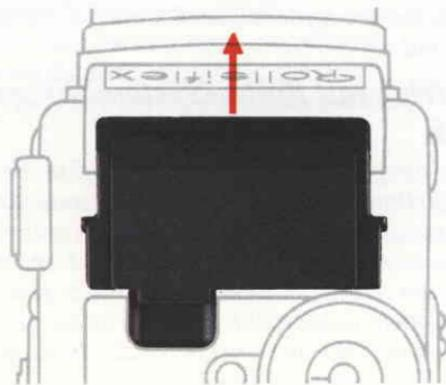

Abb. 37
- Faltlichtschacht abnehmen: dieses darf nur in geschlossenem Zustand erfolgen. Faltlichtschacht mit zwei Fingern rechts und links fassen, etwas in Richtung Objektiv schieben und von hinten her herausheben. Einsetzen in umgekehrter Reihenfolge: Sucher schräg vorn einsetzen, leicht in Richtung Objektiv schieben und ihn hinten einrasten lassen (Abb. 37).